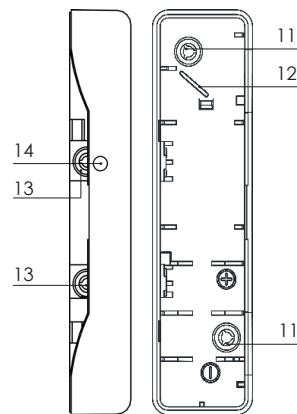

Рисунок 1 – Конструкция «Ri-THD-1»
Для извлечения печатной платы следует отжать защелку (9) (рис. 1а) в основании корпуса.